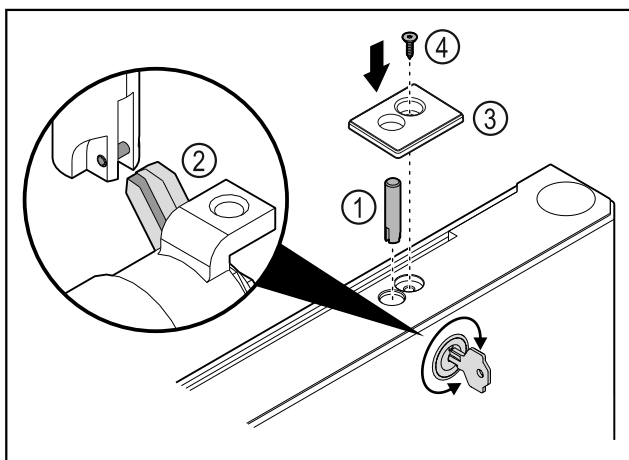

Fig. 42
- ▶ Introduceți bolțul încuietoarei Fig. 42 (1).
- ▶ Rotiți ușor încuietoarea, astfel încât bolțul încuietoarei Fig. 42 (2) să se fixeze în poziție în canelura încuietoarei.
- ▶ Introduceți apărătoarea Fig. 42 (3).
- ▶ Introduceți șurubul Fig. 42 (4).